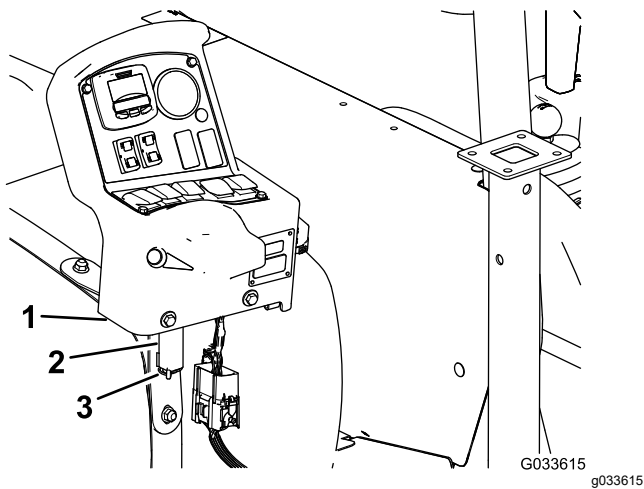

Figura 134
7. Demontați consola de pe suportul de montare a consolei de la bordul mainii și aliniați fusul de basculare de la consola de comandă cu suportul de depozitare de la chinga frontală a rezervorului (Figura 134); consultați Montarea consolei de comandă la maină \(Pagină 20\).
8. Asamblezi consola pe suport și fixezi fusul de basculare pe suport cu tiftul în formă de agrafă (Figura 134).